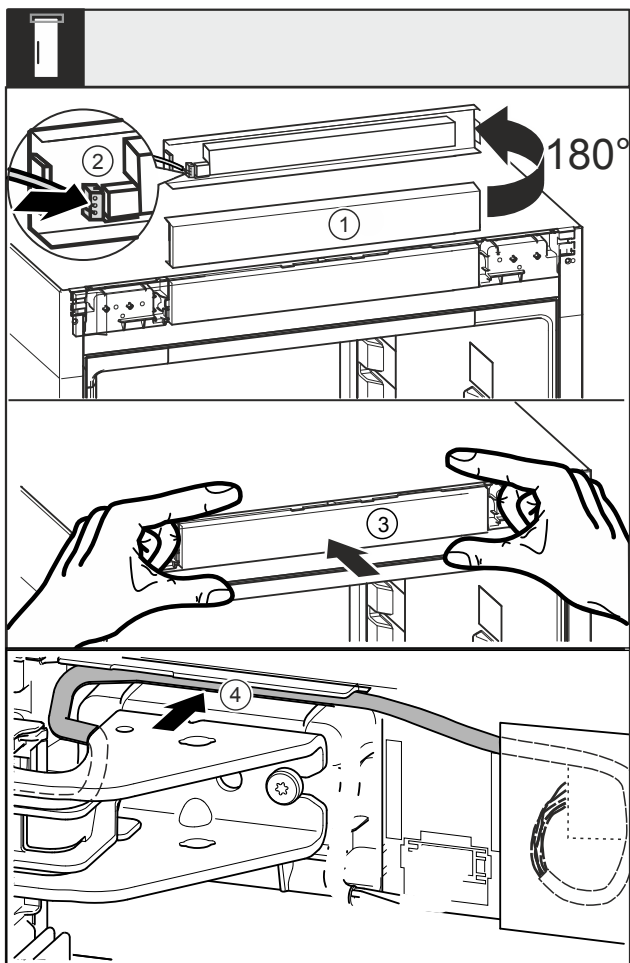

Fig. 47
- ▶ Obrócić zaślepkę Fig. 47 (1) o 180° do góry.
- ▶ Podłączyć wtyczkę Fig. 47 (2) do zaślepki panelu obsługowego.
- ▶ Zaczepić ponownie zaślepkę Fig. 47 (3) na urządzeniu.
- ▶ Ułożyć ostrożnie kabel w przewodnicy Fig. 47 (4) nad górną płytką zawiasu.